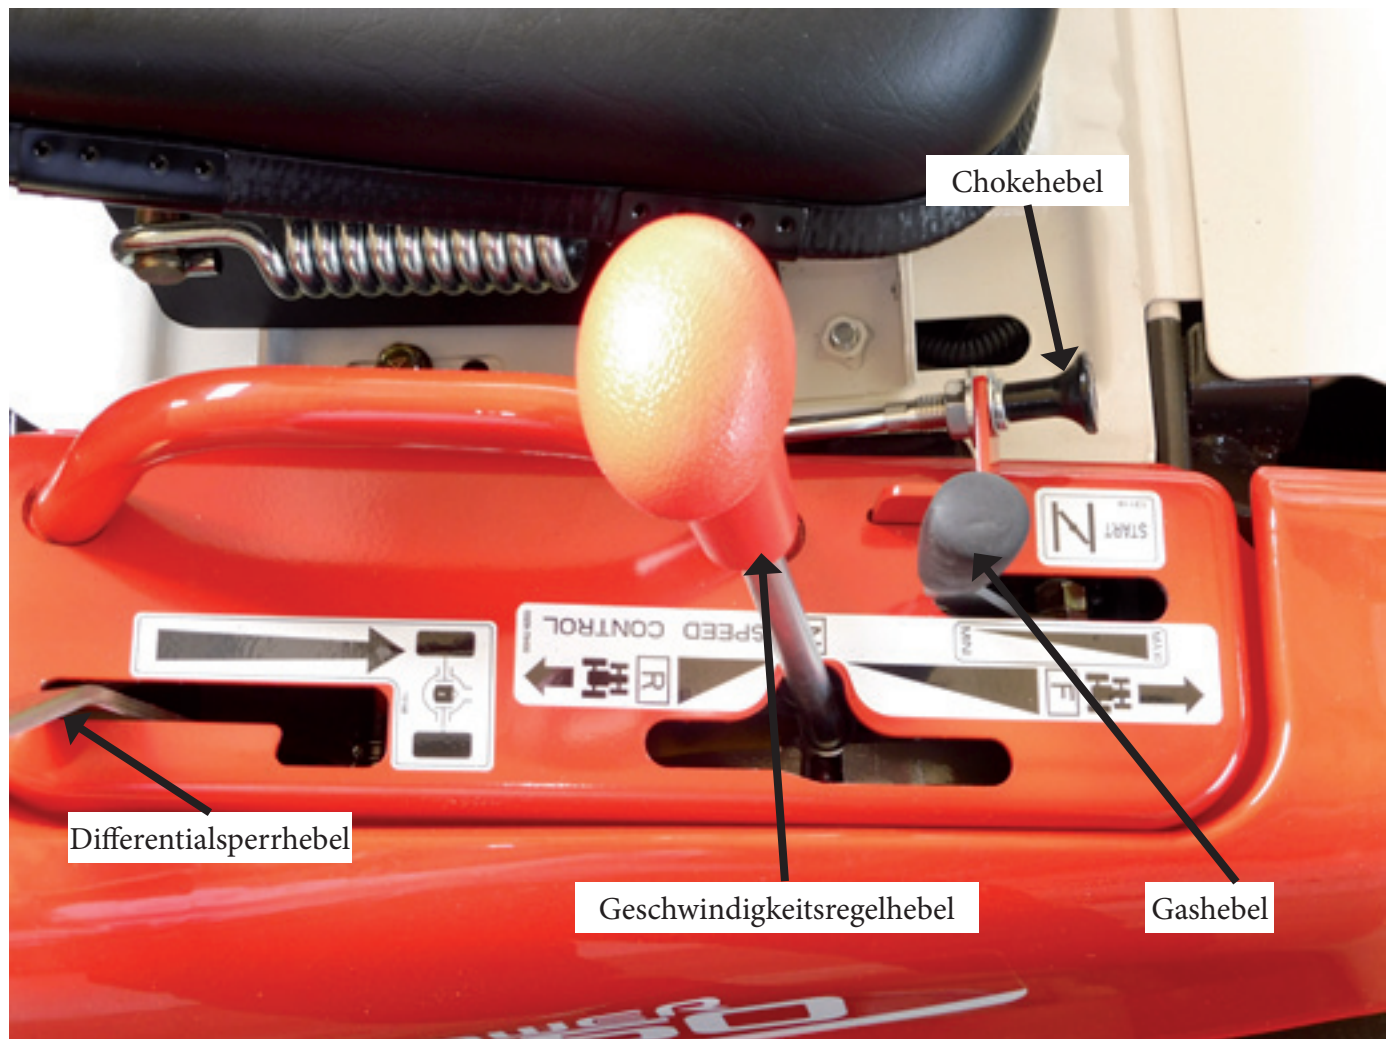
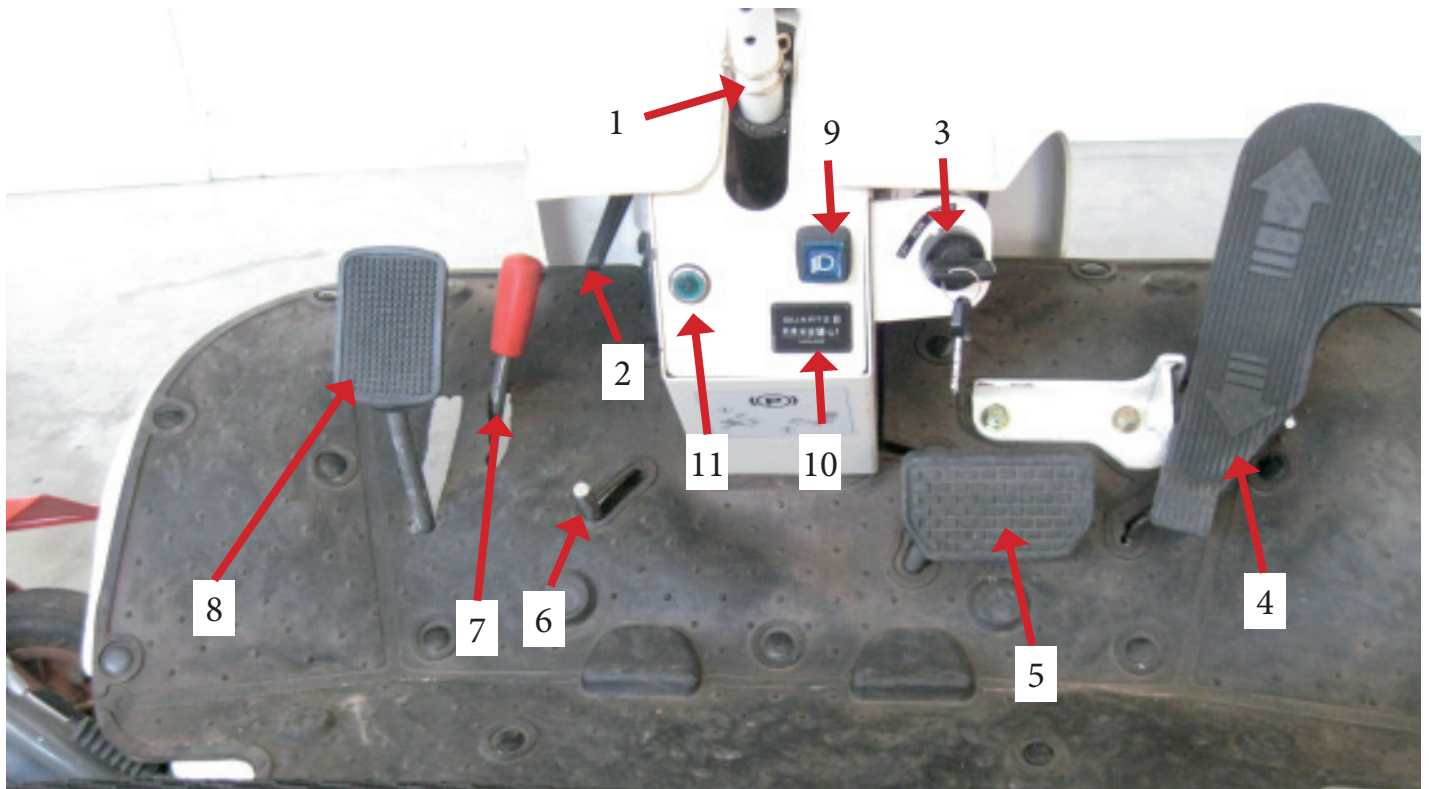

Abb. 5
Abb. 7
Der Geschwindigkeitsregelhebel (Abb. 5) wird verwendet, um mit der Maschine vorwärts oder rückwärts zu fahren und um die Maschine zu stoppen. Wenn der Hebel nach hinten in Richtung „R“ geschoben wird, so fährt die Maschine rückwärts. Wird der Hebel nach vorne in Richtung „F“ geschoben, so fährt die Maschine vorwärts. In Neutralstellung „N“ bleibt die Maschine stehen. Um die Maschine in Vorwärtsfahrt zu beschleunigen, drücken Sie den Hebel weiter nach vorne. Um die Geschwindigkeit zu reduzieren, ziehen Sie den Hebel zurück. Um mit der Maschine in Rückwärtsfahrt zu beschleunigen, drücken Sie den Hebel weiter nach hinten, um die Geschwindigkeit zu reduzieren, drücken Sie den Hebel wieder nach vorne.
Drücken Sie den Gashebel (Abb. 5) nach vorne, um die Drehzahl des Motors zu erhöhen. Ziehen Sie den Hebel zurück, um die Drehzahl des Motors zu verringern. Arbeiten Sie immer mit Vollgas.
Ziehen Sie den Hebel raus, wenn der Motor kalt ist. Wenn der Motor läuft schieben Sie den Hebel langsam wieder zurück. (Abb. 5)
Drücken Sie den Hebel nach vorne, um die Hinterräder 100% zu sperren. Verwenden Sie die Sperre nur bei rutschigem Untergrund. (Abb. 5)
Das Bremspedal (Abb. 7 Pos. 5) wird in Gefahrensituationen oder als Parkbremse verwendet. Wenn das Bremspedal getreten wird, springt der Schalthebel in seine Neutralstellung zurück. Um die Bremse zu arretieren, drücken Sie das Bremspedal (Abb. 7 Pos. 5) und schieben Sie den Arretierhebel (Abb. 7 Pos. 6) nach rechts. Um die Bremse zu lösen, drücken Sie das Bremspedal, so dass der Arretierhebel in seine Ausgangsposition zurück springt.
Die höchste Position ist die Transportposition. Die Schnitthöhe (Abb. 7 Pos. 1) ist stufenlos einstellbar. Drücken Sie den Verriegelungsknopf, Abb. 7 Pos. 3, um den Einstellhebel zu verstellen. Die Schnitthöhe ist hoch, wenn der Hebel oben ist. Die Schnitthöhe ist niedrig, wenn der Hebel unten ist.
Mit dem Lenkrad bestimmen Sie die Fahrtrichtung der Maschine. Wenn Sie das Lenkrad nach rechts im Uhrzeigersinn drehen fährt die Maschine nach rechts. Wenn Sie das Lenkrad nach links gegen den Uhrzeigersinn drehen fährt die Maschine nach links. Das Lenkrad ist in der Höhe 3-Fach verstellbar. Lösen Sie den Klappstecker (Abb. 7 Pos. 1) und stellen Sie das Lenkrad passend in der Höhe ein, montieren Sie anschließend wieder den Klappstecker.
Die Lenksäule ist in der Neigung stufenlos verstellbar. Lösen Sie den Hebel (Abb. 7 Pos. 2 und ziehen oder schieben Sie die Lenksäule in die gewünschte Position und ziehen den Hebel (Abb. 7 Pos. 2 wieder fest an.
Das Zündschloss (Abb. 7 Pos. 3) wird verwendet, um die Maschine zu starten und zu stoppen. Wenn der Zündschlüssel in Position „Stop“ ist, läuft der Motor nicht und der Schlüssel kann abgezogen werden. In Position „Betrieb“ läuft der Motor und der Schlüssel kann nicht entfernt werden. In Position „Start“ dreht der Startermotor den Motor. Wenn der Motor angesprungen ist, bringen Sie den Schlüssel wieder in die Position „Betrieb“.
Wenn das Pedal (Abb. 7 Pos. 4) nach vorne bewegt wird, fährt die Maschine vorwärts. Wenn das Pedal nach hinten bewegt wird fährt die Maschine rückwärts. Je nach Stellung des Pedals fährt die Maschine schneller oder langsamer. Lassen Sie das Pedal los, stoppt die Maschine. Das Pedal ist mit dem Geschwindigkeitsregelhebel (Abb. 5) verbunden.
Drücken Sie das Pedal (Abb. 7 Pos. 8) um den Seitenausleger einzuschalten, lösen Sie das Pedal um den Seitenausleger auszuschalten. Verwenden Sie den Verriegelungshebel (Abb. 7 Pos. 7) um den Seitenausleger in der Ausgeschalteten Position zu fixieren. Drücken Sie das Pedal (Abb. 7 pos. 8) um die Verriegelung zu lösen.
Mit dem Lichtschalter (Abb. 7 Pos. 9) wird das Licht ein bzw. ausgeschaltet.
Der Betriebsstundenzähler (Abb. 7. Pos 10) zeichnet die Stunden der Verwensung der Maschine auf.
Wenn sich der Zündschlüssel in Position „Betrieb“ befindet, leuchtet die grüne Kontrolllampe (Abb. 7 Pos. 11).